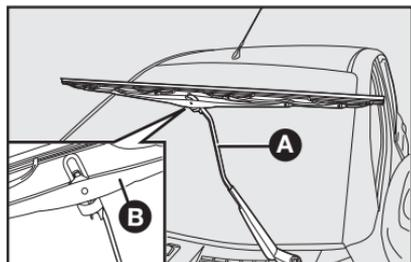

fig. 20
## Substituição das palhetas do limpador do para-brisa - fig. 20
- 2) Pressionar a palheta **B-fig. 20** para baixo e desengatá-la do braço **A**;